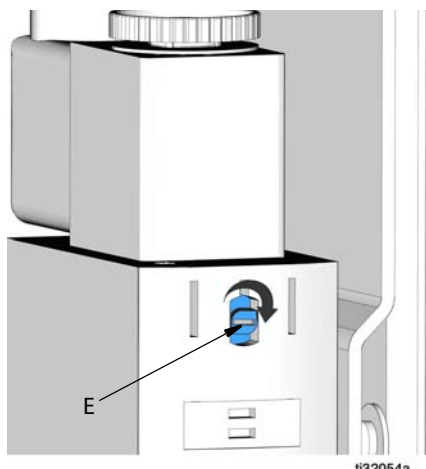

Рис. 14
Винт синего переключателя перехода на ручное управление (E) в Рис. 14 установлен в положение ручного управления.